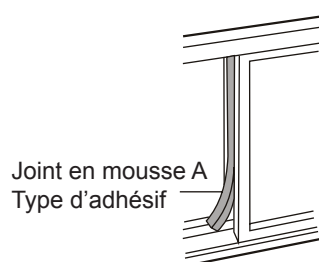

Fig.15
6. Coupez le joint en mousse à la longueur appropriée et scellez l'espace libre entre le châssis de fenêtre au sommet et celui à l'extérieur. Voir Fig.15